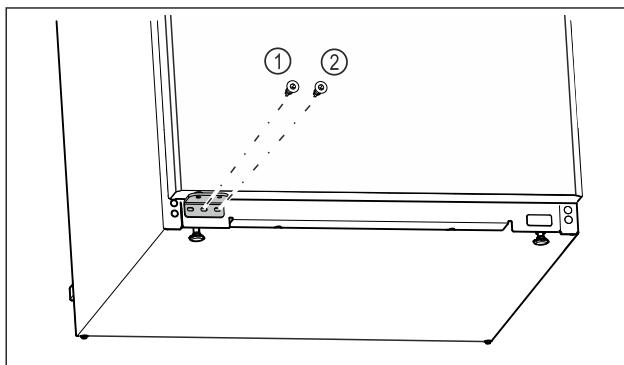

Fig. 22
- ▶ Skru hængslets midterste skrue Fig. 22 (1) fast med Torx 20-skruetrækker.
- ▶ Skru hængslets inderste skrue Fig. 22 (2) fast med Torx 20-skruetrækker.